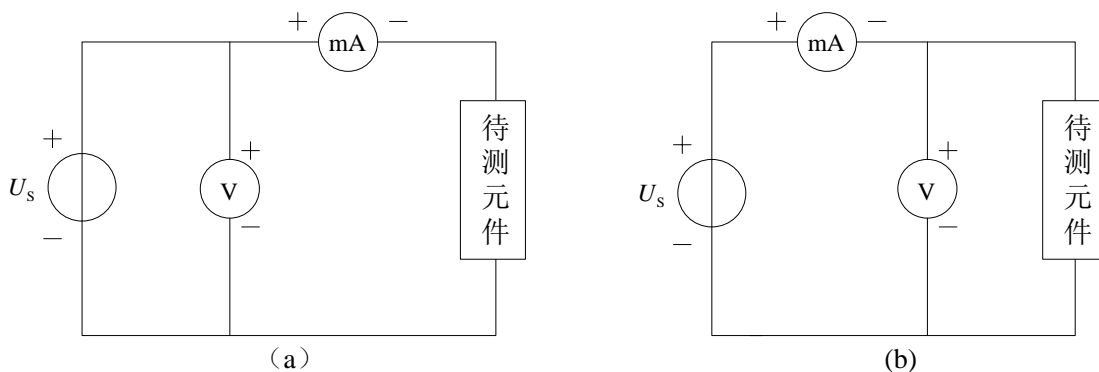

图 7 伏安法测量电阻元件伏安特性的电路模型
5.本实验中，用伏安法测量电阻元件的伏安特性的电路模型采用如下图 7(a) 所示。由于电流表内阻不为 0，电压表的读数除了包括负载两端的电压，还包括了电流表两端的电压，给测量结果带来了误差。为了使被测元件的伏安特性更准确，设电流表的内阻是已知的，是否有办法对测得的伏安特性曲线进行校正？
若将实验电路改为如图 7 (b) 所示，电流表的读数除了包括负载电流还包括了电压表支路的电流，给测量结果带来误差。设电压表的内阻是已知的，是否有办法对测得的伏安特性进行校正？